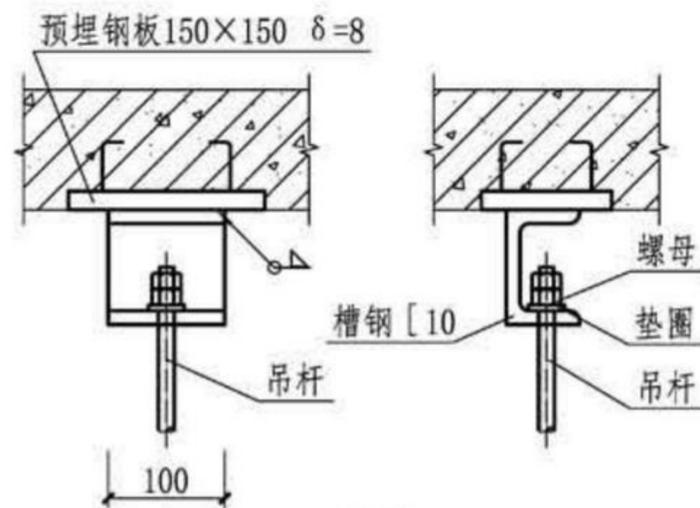
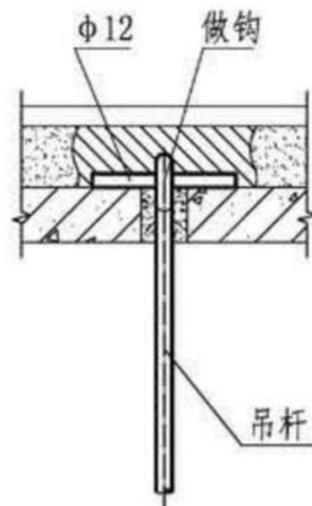

图3
图8
3. 图3、图8中，件①和件③的焊接连接长度为5d (d为件③的直径)。